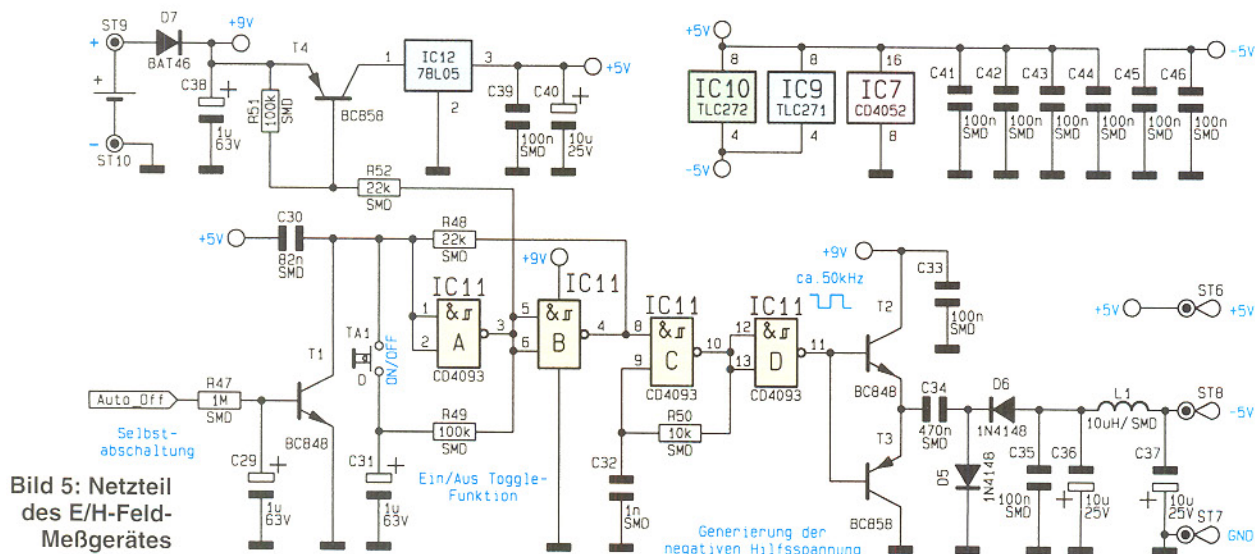

Bild 5: Netzteil des E/H-Feld-Meßgerätes
4. Spannungsversorgung (Abbildung 5)
Abbildung 5 zeigt das Netzteil des E/H-Feld-Meßgerätes. Die Stabilisierung der